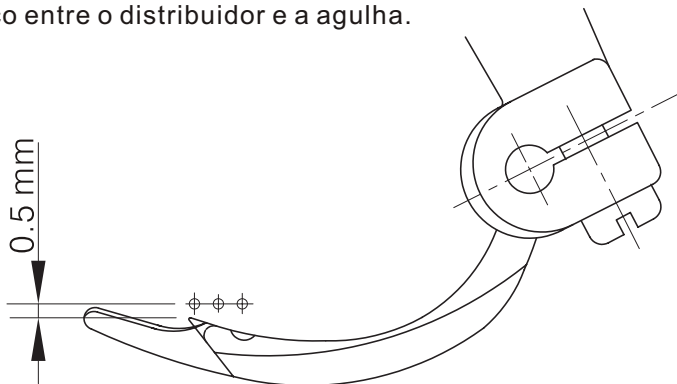

Fig. 72
2. Quando o distribuidor passa pela agulha esquerda o espaço entre eles deve ser de 0.5 mm. (Fig.72)